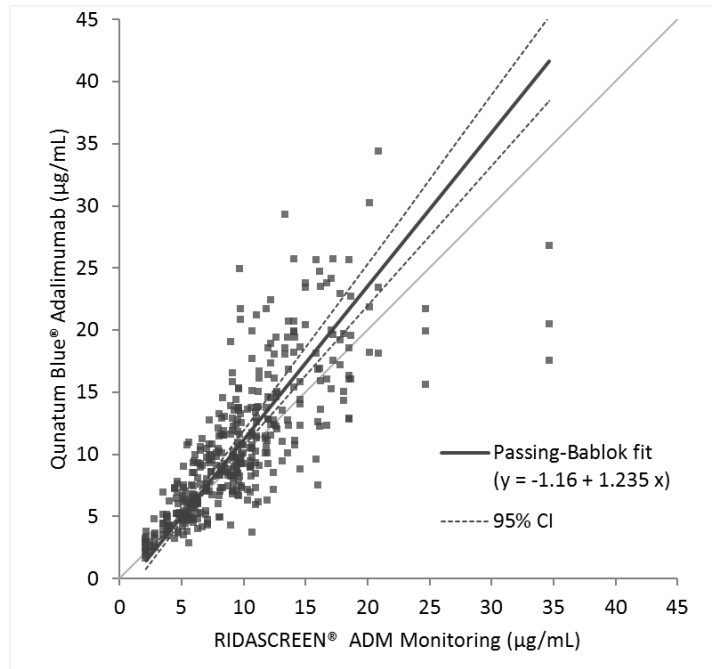

Figure 2
La comparaison de méthodes a été déterminée selon la ligne directrice CLSI EP09-A3. Cent trente (130) échantillons cliniques et artificiellement modifiés (3,1% du total) ont été mesurés trois fois conformément aux instructions d'utilisation au moyen du test Quantum Blue® Adalimumab, ce qui a permis de constituer 390 valeurs, et au moyen d'un test ELISA de l'adalimumab disponible dans le commerce (réf. 7). Les mesures ont été réalisées sur quatre jours avec deux lots de cassettes test de Quantum Blue® Adalimumab. Les données de corrélation sont illustrées sur la figure 2.